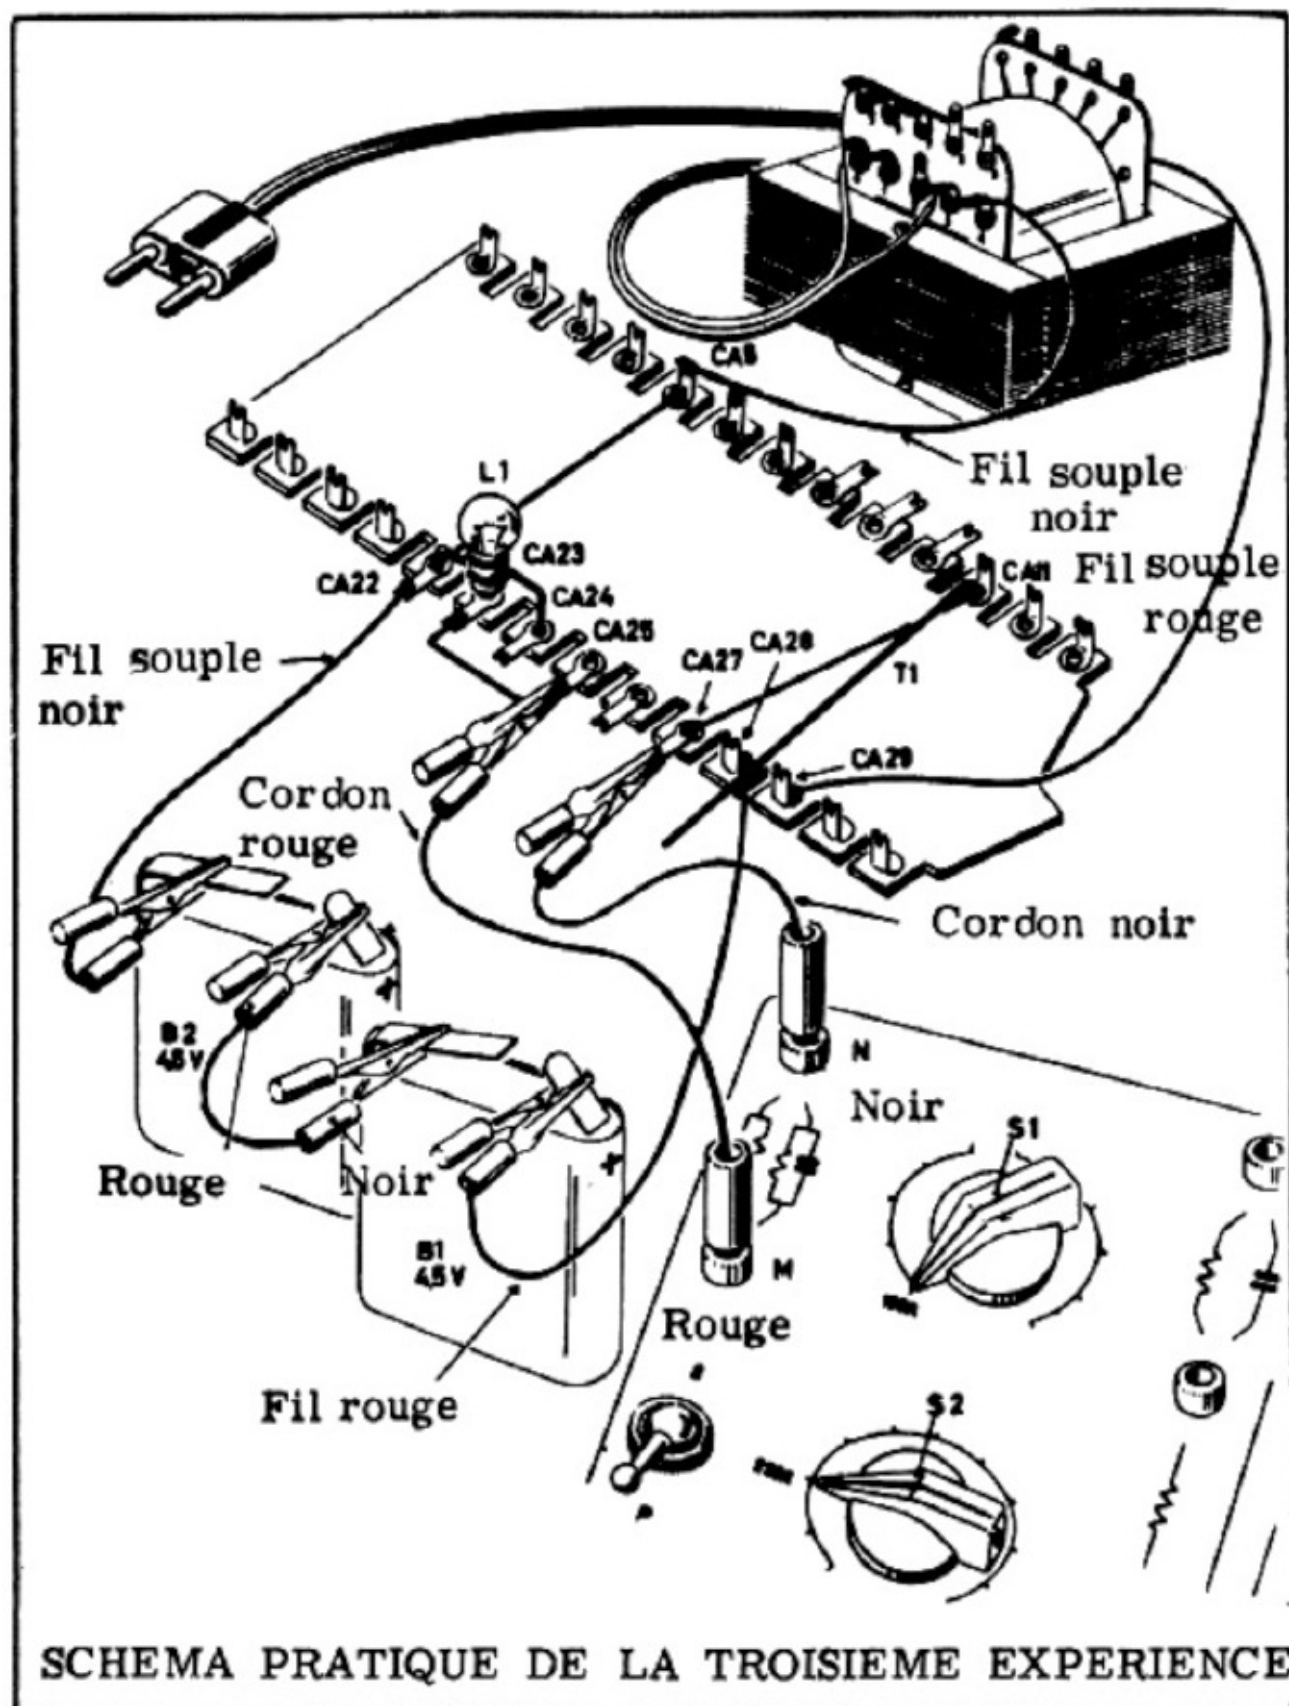
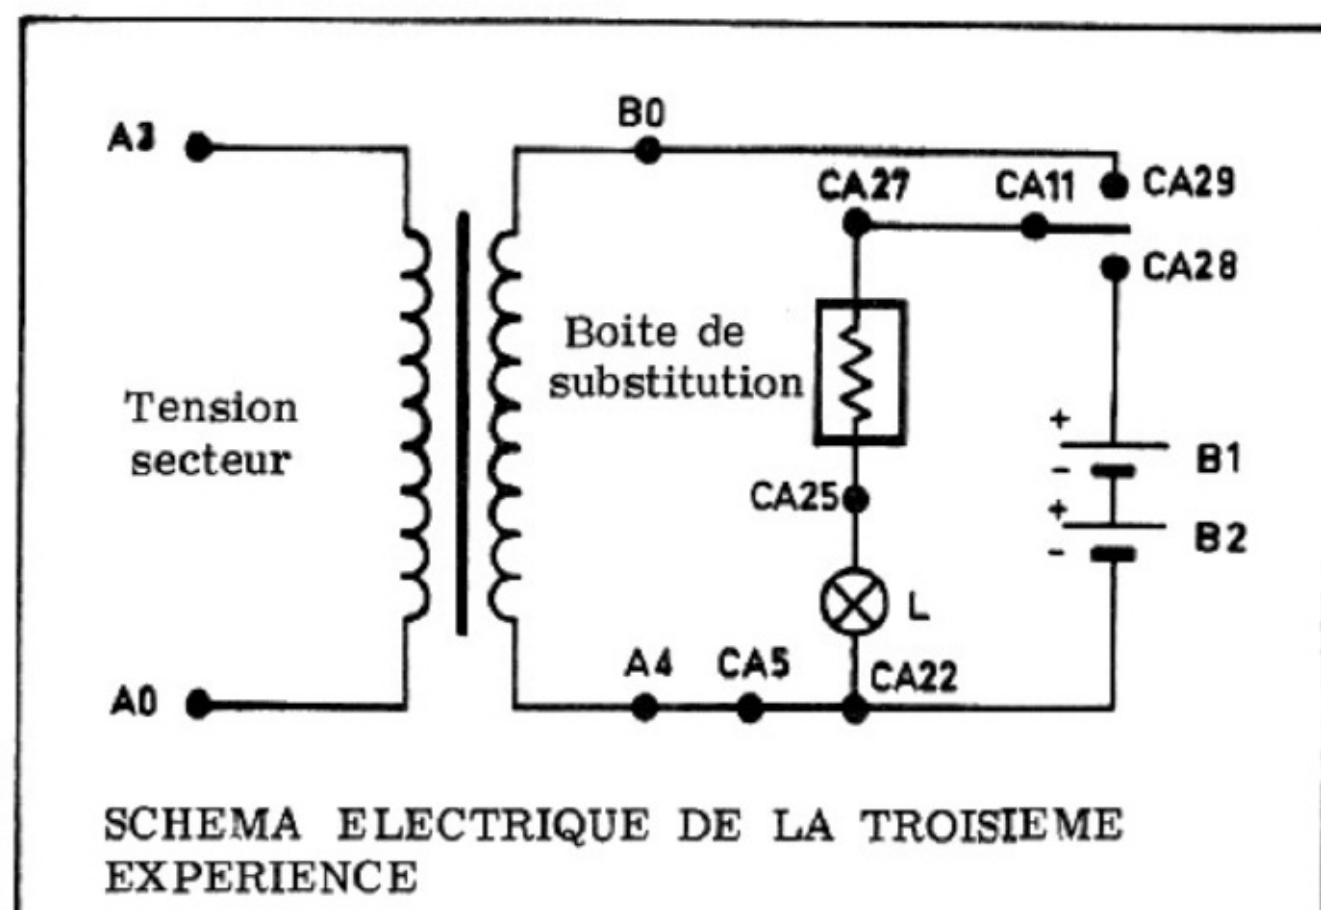

Figure 9
Figure 10
i) Branchez la fiche du transformateur dans la prise murale ; vérifiez que toutes les connexions sont bien établies conformément à la *figure 9*, la *figure 10* montre le schéma électrique du circuit.